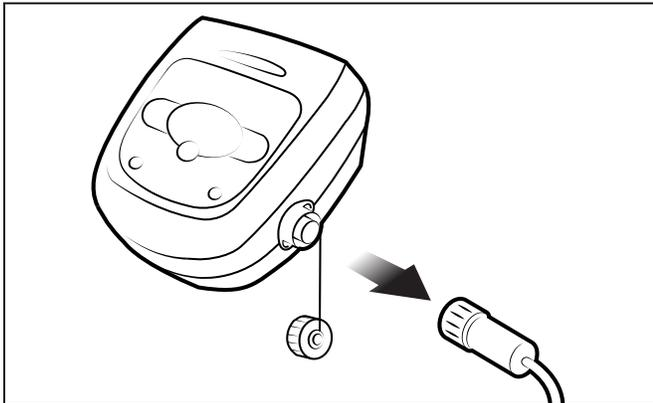

Figura 11. Desenchufe
- Desconecte la alimentación del limpiador en la caja de control (Figura 11).